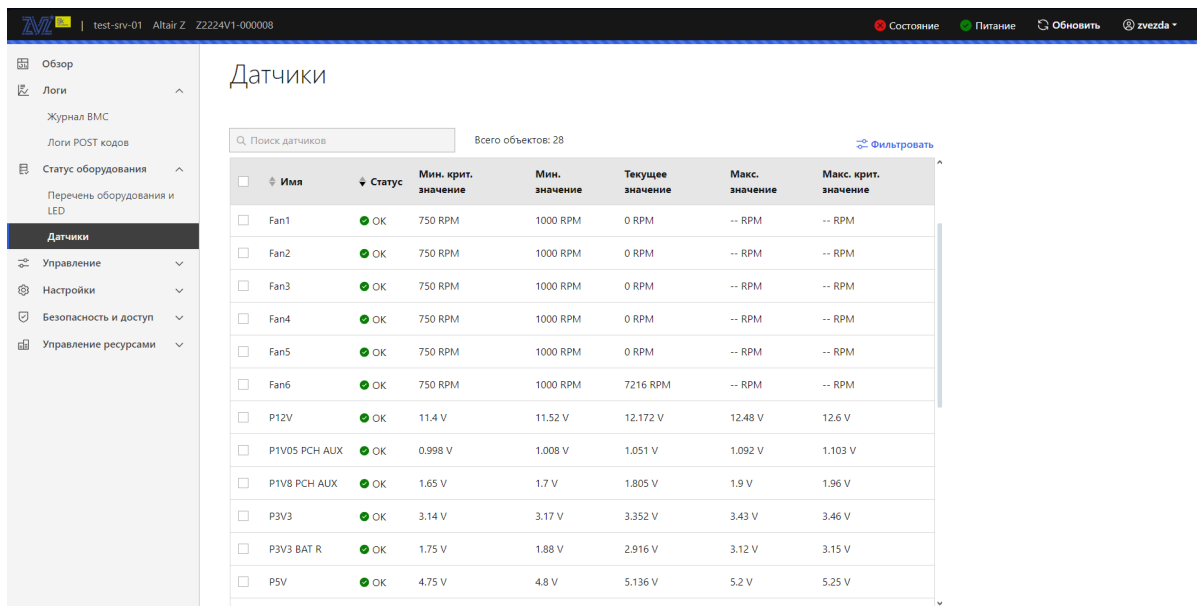

Рис. 81. Окно «Датчики»
5) Пройдите во вкладку «Статус оборудования» → «Датчики» в данной вкладке отображены всех датчиков установленных в сервер. В поле «Поиск датчиков» производится поиск датчиков. Окно показано на рис. 81 Окно «Датчики»